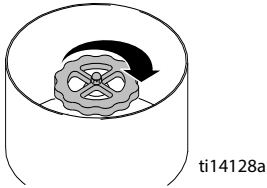

Rys. 2
1. Nałożyć szczeliwo do rur na złącze (64) i przykręcić nowy regulator gazu (10). Skręcać połączenie do chwili osiągnięcia szczelności.
**UWAGA:** Sprawdzić, czy WYLOT połączenia regulatora jest podłączony do złącza (64). **Zob. Rys. 2.**
2. Nałożyć szczeliwo do rur na kolanko (142) i przykręcić nowy regulator gazu (10). Skręcać połączenie do chwili osiągnięcia szczelności.
**UWAGA:** Sprawdzić, czy WLOT połączenia regulatora jest podłączony do kolanka (142). **Zob. Rys. 2.**